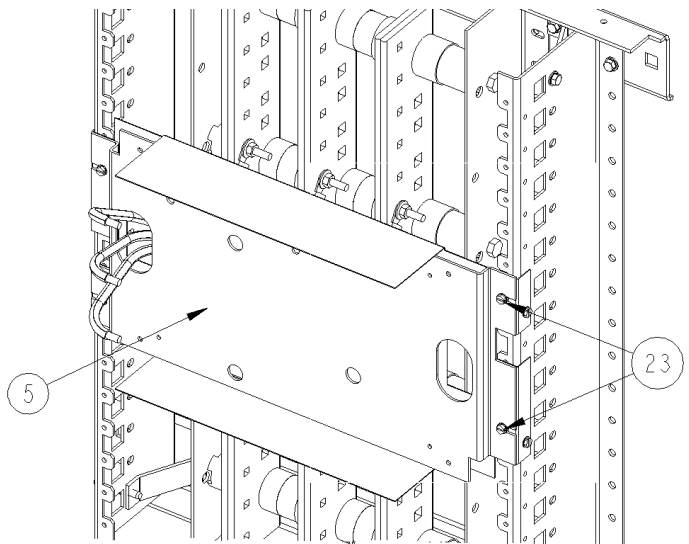

Figure 8. Installation de la plaque de montage.
4. Montage de la plaque. Diriger les assemblages de câble à travers l'ouverture oblongue dans la plaque de montage [5]. Fixer la plaque de montage au rail "Z" à l'intérieur avec des vis autotaraudeuses $10-32 \times 7/16"$ [23], comme montré à la Figure 8 et serrer à 22 po.-lb.